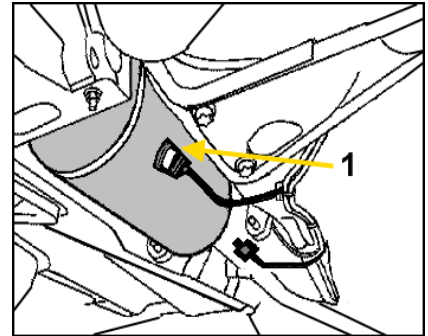

Figura 2
1. Desmontar o sensor da temperatura do gás de escape (Figura 2).